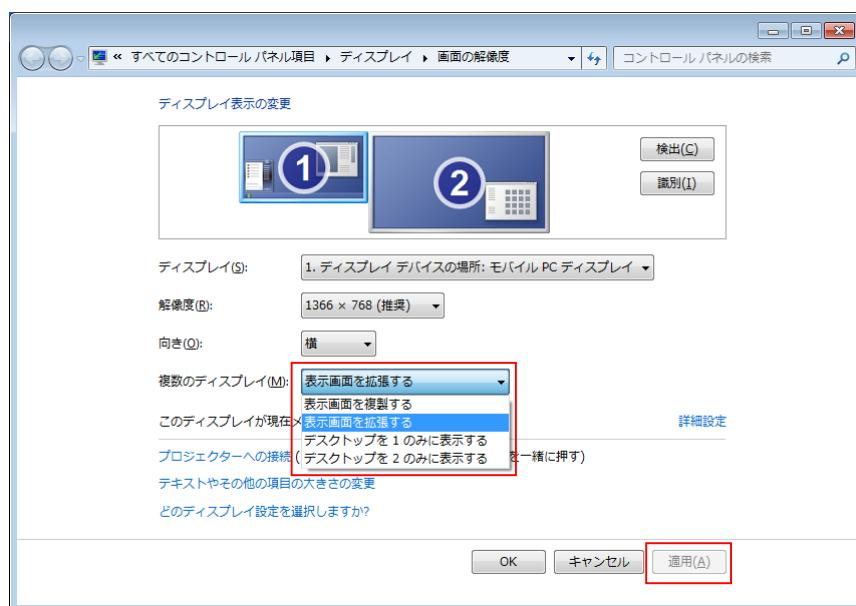

図 2-6-2-1. 画面の解像度設定画面
- ⑪ 図2-6-2-2のようなメッセージが表示されるので、15秒以内に[変更を維持する]ボタンをクリックします。